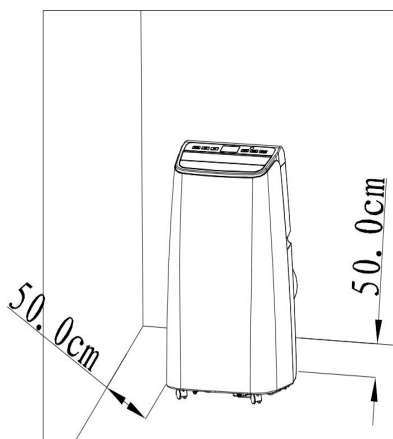

Figure 4
- 1) Positionnez l'appareil avec son tuyau d'évacuation installé à proximité de la fenêtre, en veillant à ce qu'il soit à une distance d'au moins 50cm des murs et autres objets. (selon la Figure 4).